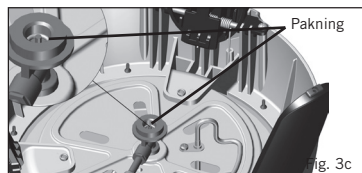

Fig. 3c
- Hvis der dannes bobler, er der en gaslækage. Fjern straks gaspatronen fra enheden. Kontroller at alle forbindelser sidder godt og tæt fast. Kontrollér at pakningen sidder rigtigt og er i god stand før gaspatronen tilsluttes (fig. 3c). Kontrollér igen med sæbevand efter at patronen er sat på.
- For at frakoble gasbeholderen skrues beholderen af ventilen. (Fig. 3c)